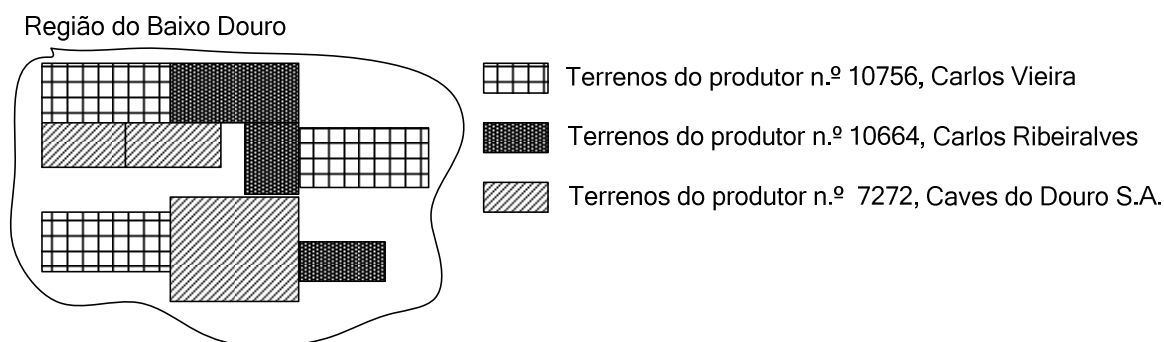

Figura 1 - Representação dos terrenos e respetivos produtores na Região do Baixo Douro.
5. O Instituto da Vinha e do Vinho (IVV) implementou um Sistema de Informação (SI) que lhe permite gerir os vários fatores associadas à produção de vinho em território Português.
- a) Existe uma grande quantidade de produtores nacionais que exploram terrenos de cultivo, podendo cada produtor explorar vários terrenos, inseridos numa determinada região vitivinícola (Figura 1).